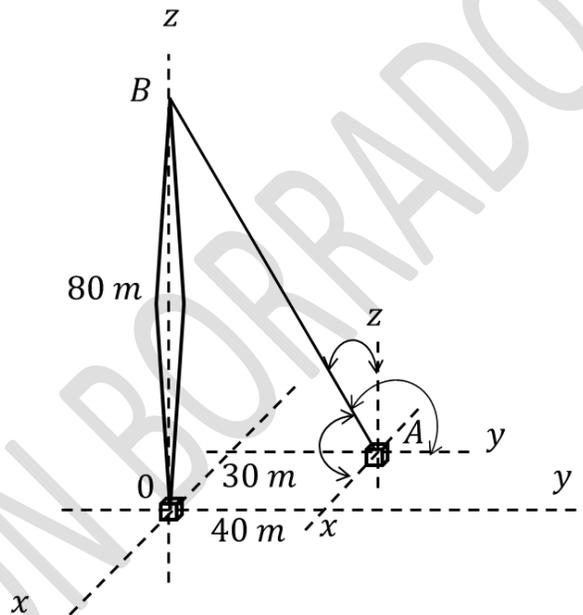

Fig. 1.5.
- Los ángulos que definen el sentido y la dirección de la tensión aplicada en el perno A , respecto de los ejes coordenados definidos en la Fig. 1.5.